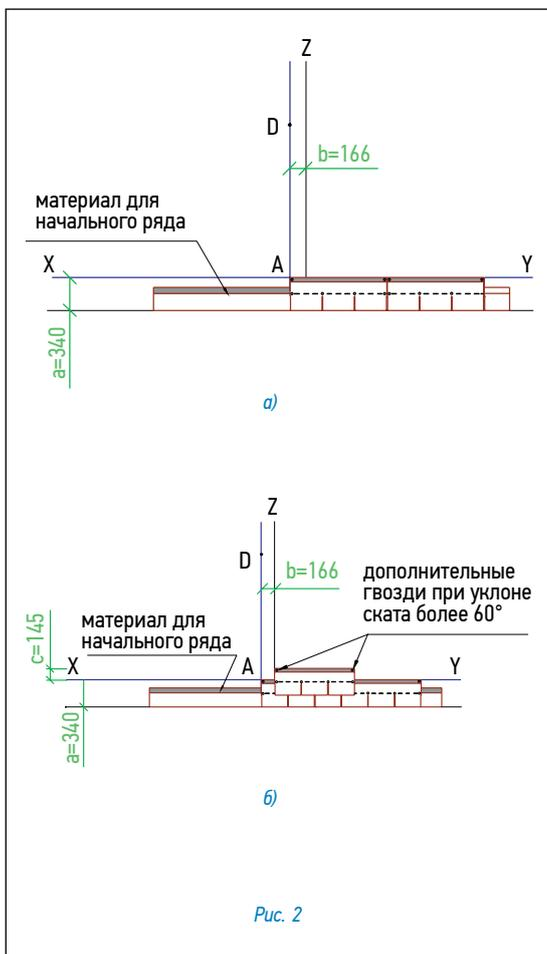

Рис. 2
Укладка материала (рис. 2)
- По линии карниза укладывается специальный самоклеящийся рулонный материал для начального ряда, при этом предварительно снимается защитная пленка с его изнаночной стороны (рис. 2а);
- укладка черепицы начинается от линии AD, при этом ее верхний край выравнивается по линии XY (рис. 2б);
- следующий ряд укладывается от линии Z (со смещением 16,6 см от AD) (рис. 2б); следующий — от AD;
Каждый лист черепицы крепится 4 гвоздями в штатных местах (ось гвоздей на линии битумных клеевых полос) таким образом, чтобы гвоздь прошивал и верхний край нижележащего листа черепицы (рис. 2б).